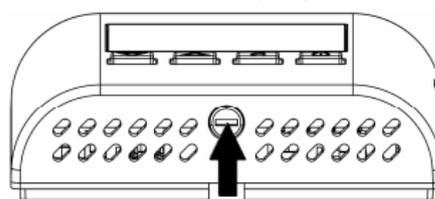

Fig. 4
- 2** Empujar, con la ayuda de un destornillador, la lengüeta plástica situada en la rejilla ubicada en el lado izquierdo, hasta levantar levemente la tapa (Fig. 4).